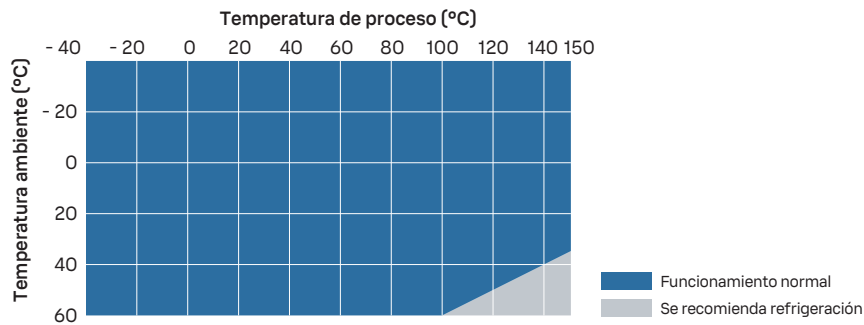

Figura 14 Temperatura de proceso y enfriamiento recomendado
- Use enfriamiento adicional de acuerdo con Figura 14 \(página 79\). Tenga en cuenta que los valores de la figura son indicativos. El enfriamiento requerido depende de la ubicación y del entorno de instalación.